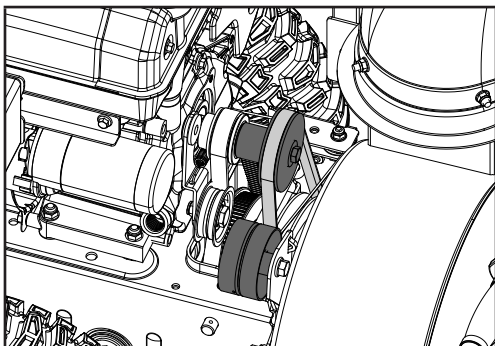

Figure 30
9. Lorsque la courroie est bien installée sur la poulie avant et la poulie d'entraînement de tarière, tirez la poulie tendeur de tarière vers l'arrière, loin de la courroie et faites glisser la courroie dans la poulie. Vous pouvez tirer sur le ressort de recul pour faire tourner la poulie afin que la courroie soit bien mise en place (figure 30).